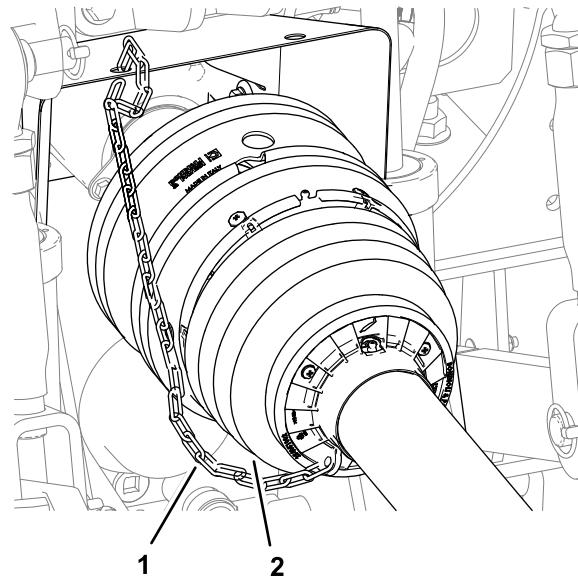

Figura 17
5. Controllate che la catena di fissaggio sia montata tra la protezione dell'albero della PDF anteriore e una parte stazionaria del veicolo di traino (Figura 17).